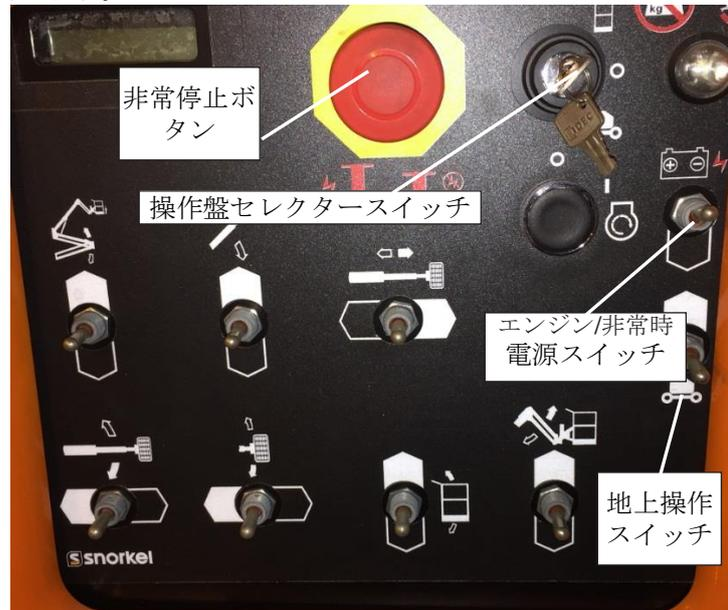

図 10.2 - 下部操作盤
2. 始動スイッチ（図 10.2 を参照）にキーを差し込み、始動スイッチをオン位置に回します。